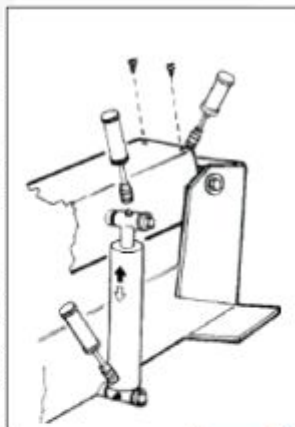

Рисунок 32
2) Время от времени наносить консистентную смазку на подъемный цилиндр кранштейна зажимного устройства и на его поворотный механизм. Наносите смазку через шлицеры (см. рис. 32).